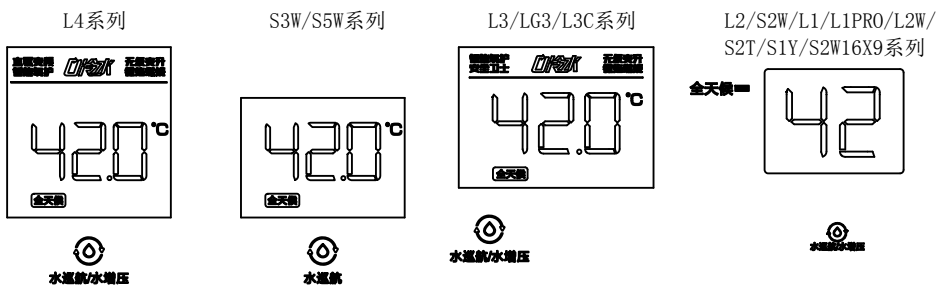

图41
1. 全天候模式（如图41）：当用户进入到全天候模式后，系统会全天候24小时根据用户设定的保温温度与循环管内的温度变化情况适时启动水泵并点火加热，当循环管路内的水温达到保温温度时，热水器停止加热。若要取消全天候模式，用户可通过按下“”按键来切换到其他模式或者退出全天候模式。